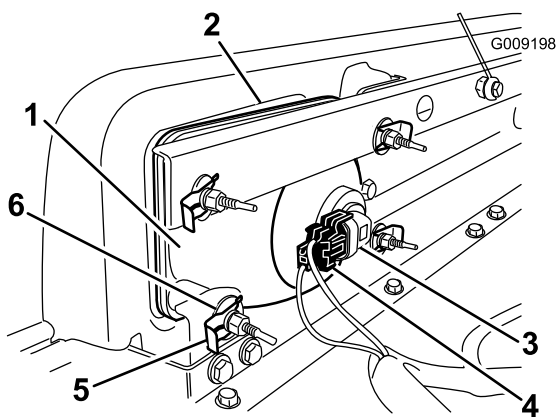

Рисунок 40
1. Отсоедините электрический разъем жгута проводки от разъема лампы в сборе (Рисунок 40).
- Снимите быстродействующие зажимы и шайбы крепления фары к кронштейну (Рисунок 40).
- Снимите фару в сборе, подавая ее вперед сквозь отверстие в переднем бампере (Рисунок 40).
- Вставьте новую лампу сквозь отверстие в бампере (Рисунок 40). Убедитесь, что регулировочные стойки выровнены с отверстиями в монтажном кронштейне позади бампера.
- Подсоедините электрический разъем жгута к разъему узла лампы (Рисунок 40).